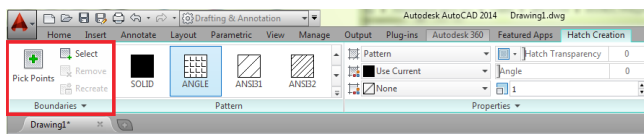

Рис. 23 Раздел Boundaries (Контуры)
2) Нажать на кнопку **Hatching (Штриховка)**. Откроется панель настройки штриховки. В разделе **Boundaries (Контуры)** нажимаем на кнопку выбора объекта (**Select**), выбираем нужный нам объект, выделяем его и нажимаем клавишу **Enter** (Рис. 23).